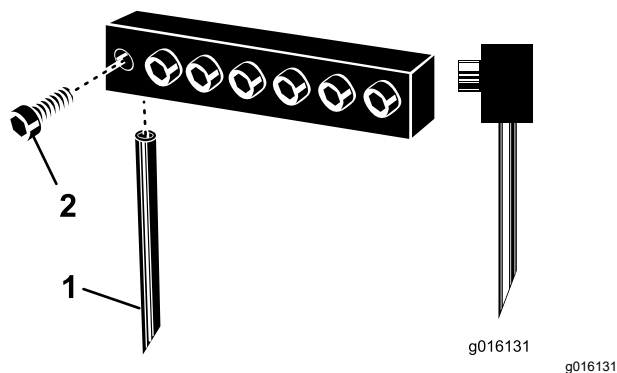

Рисунок 30
3. Выверните зажимные болты и снимите использовавшиеся ранее зубья (Рисунок 30).
Примечание: Полые зубья устанавливайте так, чтобы паз для выброса грунта находился сзади. Сплошные зубья устанавливайте так, чтобы угол среза зуба был обращен к машине (Рисунок 30).